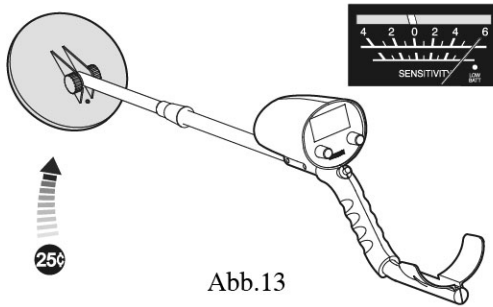

Abb.13
- Nähern Sie sich mit der Suchspule langsam einer Silbermünze; der Instrumentenzeiger schlägt nach rechts aus und der Ton wird lauter. (Abb. 13)